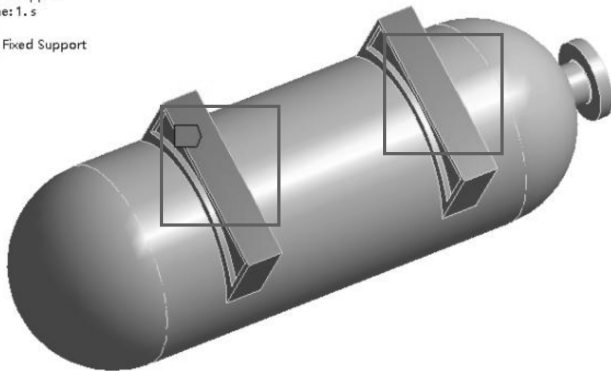

图 9-7 施加约束
(3) 施加约束: 在标准工具栏中单击 , 选择鞍座底面, 接着在环境工具栏中单击【Supports】→【Fixed Support】, 如图 9-7 所示。